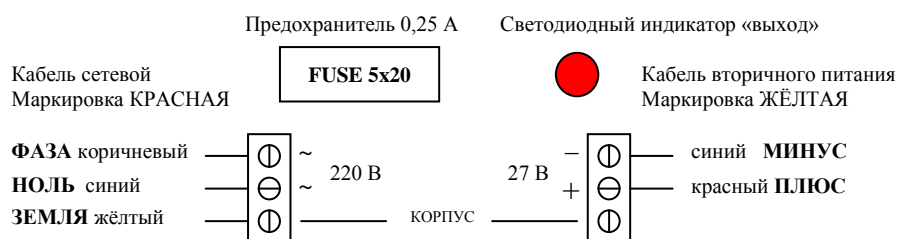

Рис. 8.5. Вид модуля питания со снятой крышкой и схема подключения
8.3.2. Корпус модуля питания (МП) выполнен в герметичном алюминиевом корпусе со съёмной крышкой (рис. 8.5). Крышка снабжена мягкой герметизирующей прокладкой и крепится к корпусу с помощью четырёх невыпадающих винтов из нержавеющей стали. На